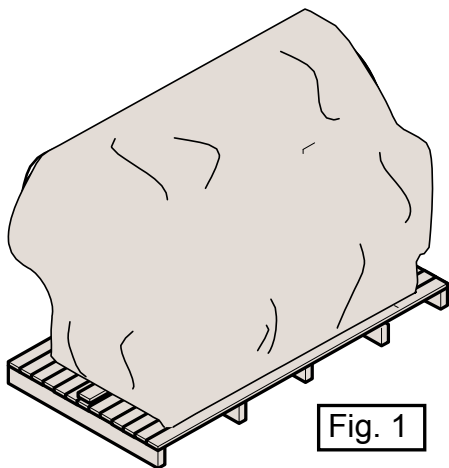

Fig. 1
Il sollevamento dell'imballo deve essere effettuato infilando completamente le forche del sollevatore nello spazio compreso tra i piedi del pallet o gabbia, ripartendo il peso dell'apparecchiatura in modo da mantenere equilibrato il baricentro dell'imballo (Fig.1-A). Non capovolgere l'apparecchiatura.
Prima di inserire le forche del sollevatore, verificare che queste coprano l'intera **profondit ** dell'imballo (Fig. 1-B). In caso contrario installare delle apposite prolunghe.
- ◆ Pedana o pallet (fig. 1)
- Non superare mai la linea di carico massimo "A" posta sul vetro laterale (fig. 1)